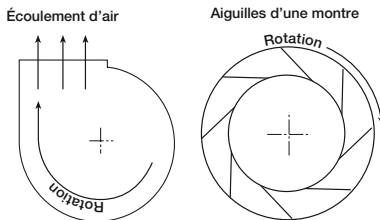

Figure 10 — Sens de rotation de la turbine, vue du côté moteur
- b. Pour vérifier le sens de rotation de la turbine, mettre brièvement l'appareil sous tension et vérifier si la turbine tourne dans le même sens que l'écoulement d'air en sortie et conformément à l'autocollant de rotation apposé sur l'appareil, ou bien voir la Figure 10.